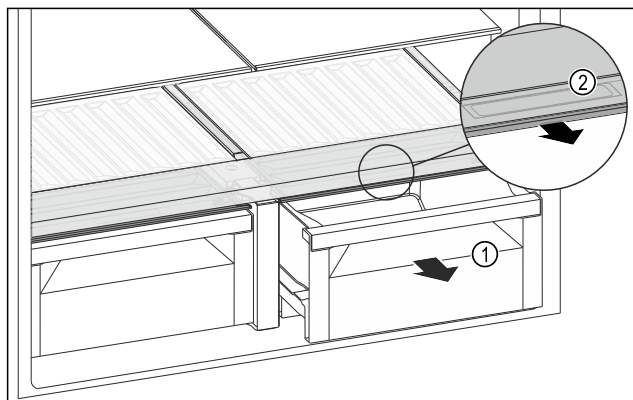

Fig. 140
- ▶ Изтеглете чекмеджето Fig. 140 (1).
- ▶ Хванете вдлъбнатия захват Fig. 140 (2) на капака на отделението и едновременно с това издърпайте напред капака на отделението.